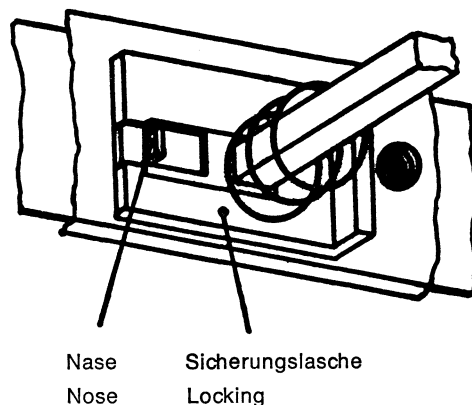

Fig. 1
- 3.2 Mit einer Spitzpinzette die Sicherungslasche (am Drucktastenschieber der Taste „UKW“) nach vorn aushaken (Fig. 1).
- 3.3 Durch leichten seitlichen Zug (ca. 1 mm) an der Nase des Sicherungsschiebers (Fig. 1) erfolgt die Entriegelung der 4 Tasten (Tasten festhalten!).
- 3.2 With a pair of tweezers release the locking at the rod of the button "UKW", see fig. 1.
- 3.3 By pulling slightly sideways (approx. 0.04 inch) at the nose of the securing slide (see fig. 1) the disengagement of the 4 pushbuttons takes place (retain push-buttons!).